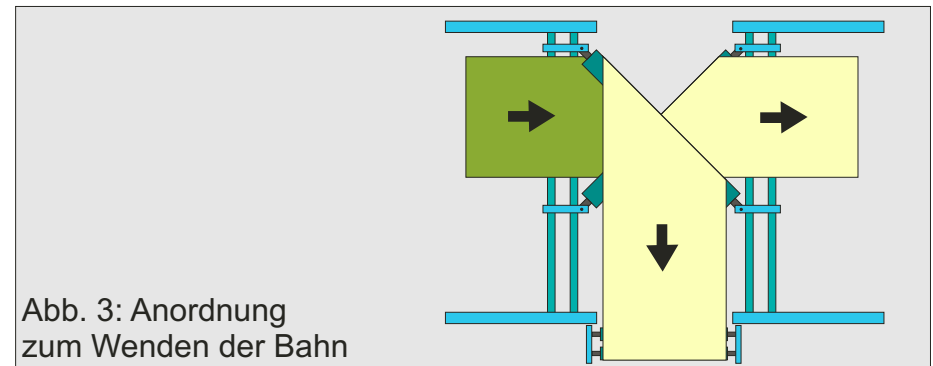

Abb. 3: Anordnung zum Wenden der Bahn
- Dalic-Verfahren für verchromte Zylinder (Abbildung 3)
Für das Umkehren einer Papierbahn wird zwischen den zwei Wendestangen noch eine Querwalze eingefügt (Abb. 3).